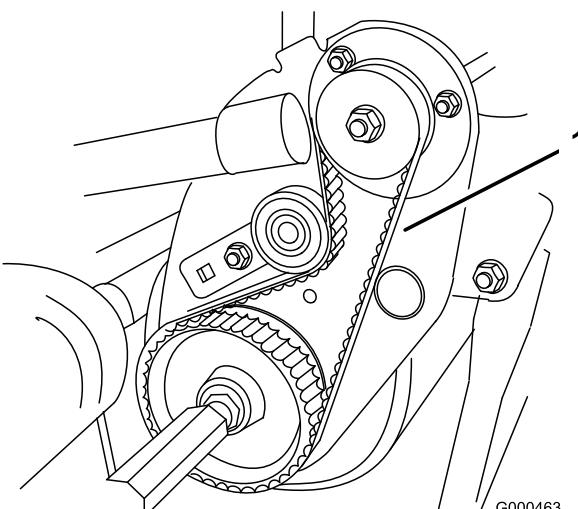

図 39
2. プーリ間の中央でベルト(図39)を指で押して点検する。押す力は1.8 ± 0.5 kg程度。4.8~7.9 mm程度のたわみが出るのが適正である。たわみの量が適正でない場合は以下の手順へ進む。